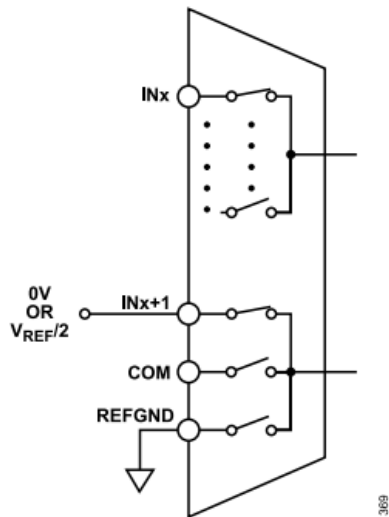

図 70. 偶数チャンネルと奇数チャンネルをペアリング
- ▶ 図70、偶数番号の入力が次に大きな奇数番号の入力とペアリング（例えば、IN0がIN1とペアリング、IN2がIN3とペアリング、など）。